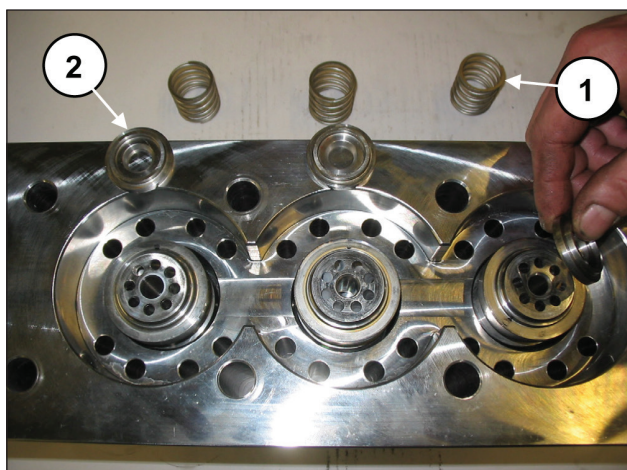

图 114
在拆卸缸套时，注意不要丢失阀门弹簧和平阀 (①和 ②, 图 114)，因为它们未固定，所以它们可能会掉落。